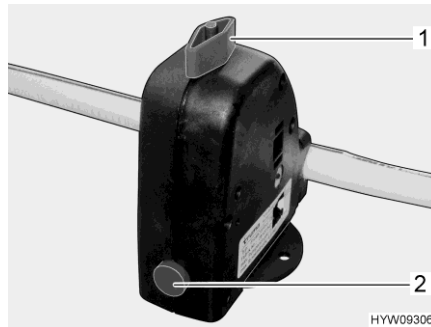

Fig. 126 Valvola di sicurezza/di scarico (Truma)
- Chiudere la valvola di sicurezza/di scarico (Fig. 126). A tal fine ruotare la manopola (Fig. 126,1) verticalmente rispetto alla valvola di sicurezza/di scarico e premere verso l'interno il bottone automatico (Fig. 126,2). Con temperature inferiori a 6 °C non è possibile chiudere la valvola di sicurezza/di scarico.